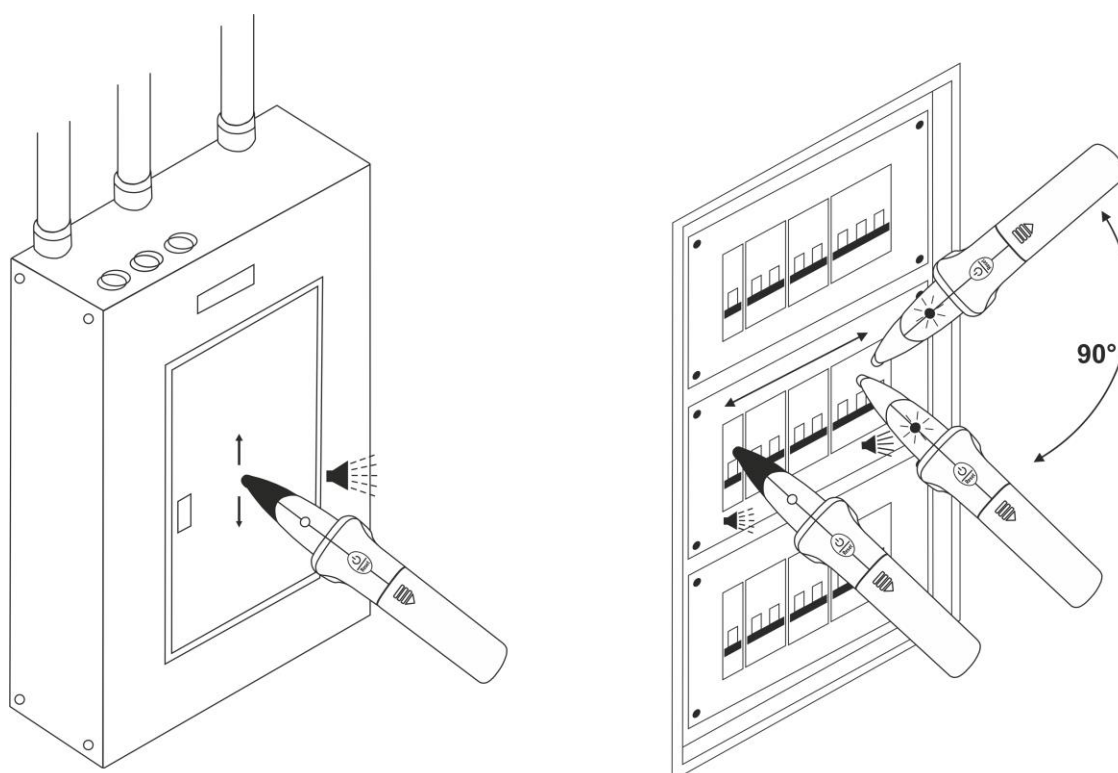

Fig. 4: Localisation du dispositif de protection
5. Se mettre à proximité du tableau électrique où le son intermittent est d'une intensité supérieure en déplaçant l'élément sensible dans des directions différentes (voir Fig. 4 – partie gauche)
- Si détecter le dispositif de protection cherché s'avère difficile (par exemple deux dispositifs adjacents fournissent une intensité sonore similaire) tourner de 90° le récepteur (voir Fig. 4 – partie droite) de façon à faciliter la recherche du signal. En général suivre l'angle avec lequel a été monté le dispositif à l'intérieur du tableau